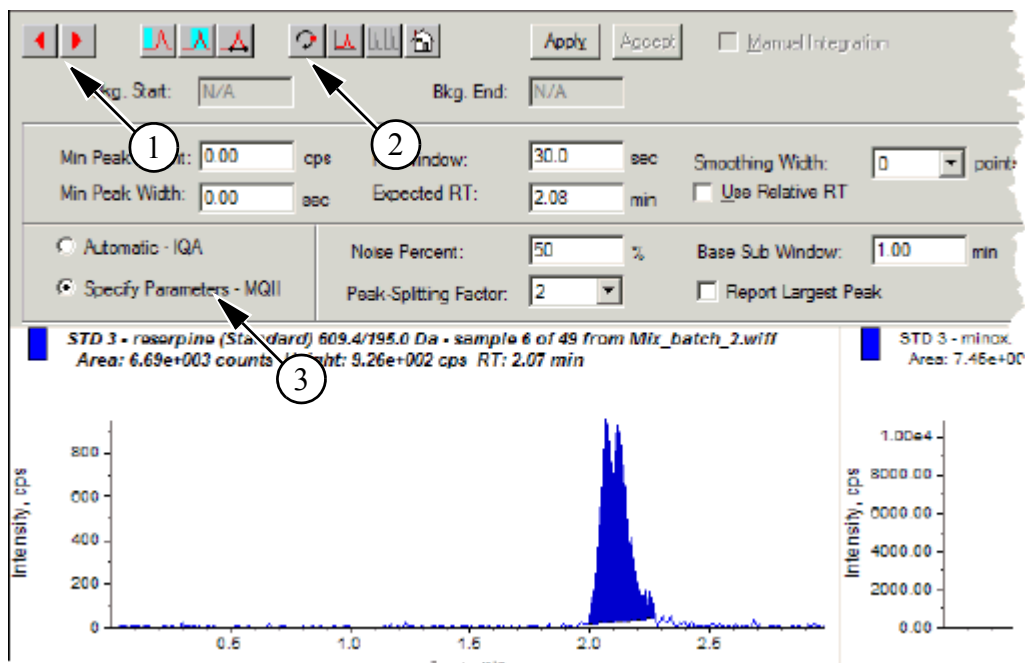

Figura 7-6 Riquadro Peak Review
8. Per spostarsi tra i picchi, fare clic sulla freccia rivolta a destra. Fare riferimento alla Figura 7-6 Riquadro Peak Review a pagina 102.S